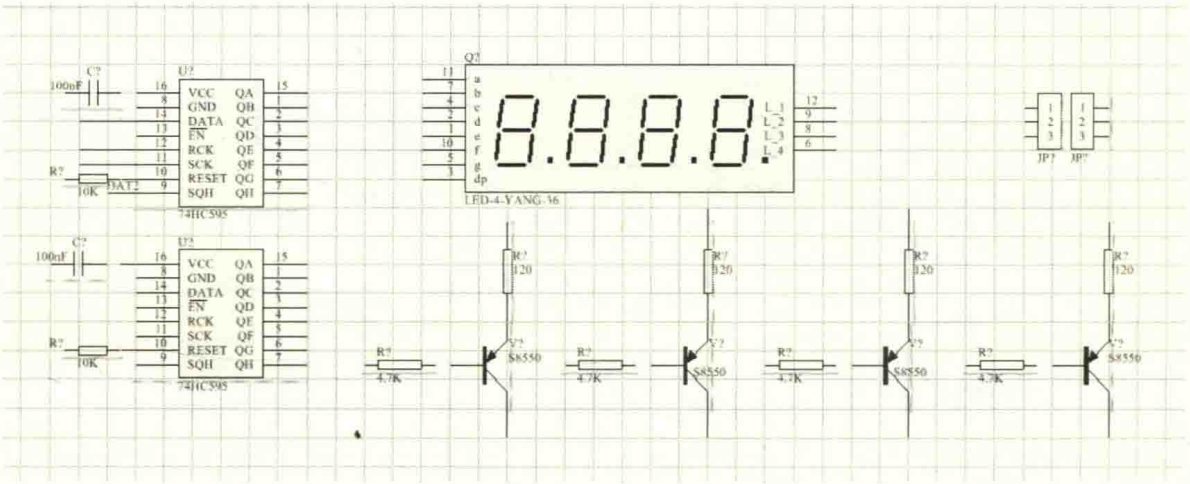

图 12-20 数码管模块的完整元件放置
- (1) 有时候在设计时需要用到多个同类型的元件，这个时候不需要在库里面再执行放置了，可以按住“Shift”键，然后拖动就可以复制了。
- (2) 如果想多个一起复制，可以选择多种类元件，然后再执行步骤（1）就可以了，可以同时复制多种类型的元件。
- (3) 根据实际需要放置各类元件，原理图元件的放置讲究同功能模块的在一起及均匀美观。数码管模块的完整元件放置如图 12-20 所示。